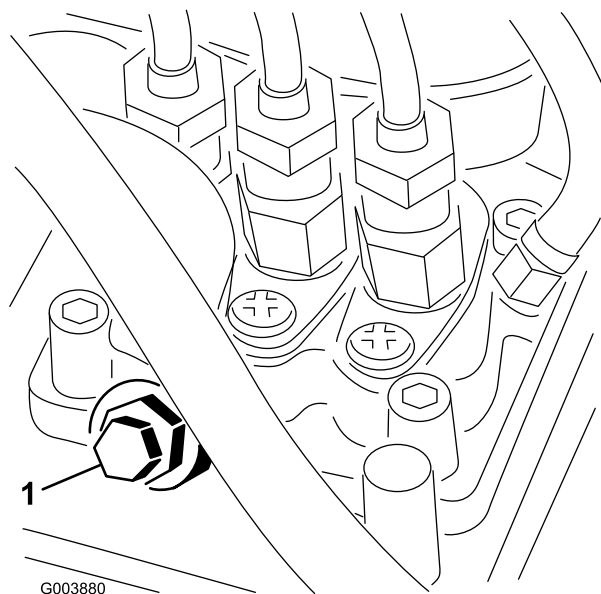

Figura 22
3. Abra el tornillo de purga de aire de la bomba de inyección de combustible (Figura 22).